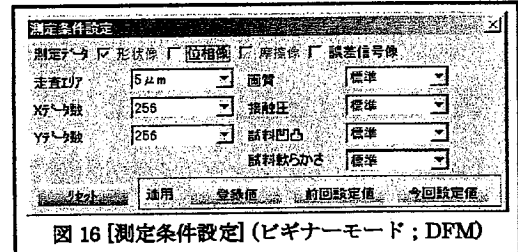
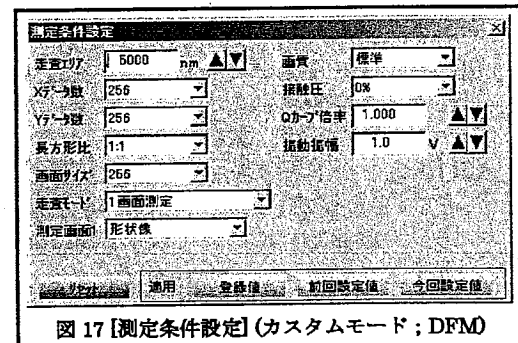

図 16 [測定条件設定] (ビギナーモード ; DFM)
図 17 [測定条件設定] (カスタムモード ; DFM)
(23) [測定条件設定](図 16 または図 17)で各パラメータを設定